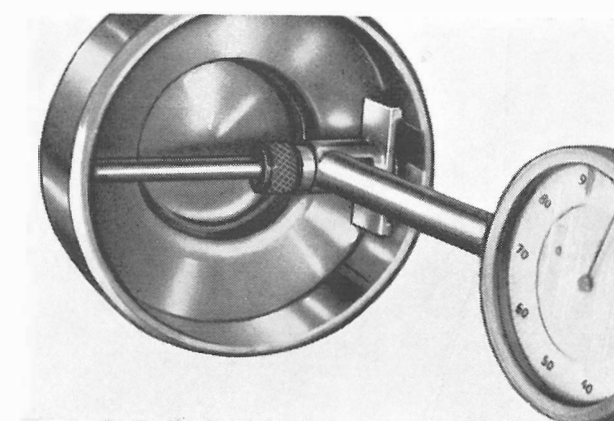

Fig. 92
- Le diamètre de l'axe doit être $29,99 \pm 30,00$ mm. et n'est pas rectifiable. Le logement du groupe centrifuge ne doit pas présenter de rugosités ou des aspérités. Diamètre $100,0 \pm 100,1$ mm. Erreur maxi. d'ovalisation tolérable: 0,05 mm. (Fig. 92). La surface extérieure du groupe centrifuge doit être exempte de rugosités et casses. L'épaisseur du matériel d'embrayage ne doit pas être inférieure à $2,9 \pm 3,1$ mm. Si nécessaire remplacer les patins en décrochant les ressorts et en vissant les nouvelles pièces.
- Shaft diameter must be $29,99 \pm 30,00$ mm. and is not to be ground. Centrifugal unit housing must have a smooth surface free from projecting burrs and roughness. Housing diameter is $100,0 \pm 100,1$ mm. Out-of-round limit is 0.05 mm. (Fig. 92).
- Der Durchmesser der Welle beträgt $29,99 \pm 30,00$ mm und darf nicht geschliffen werden. Der Sitz des Fliehkraftelementes muss riefenfrei und glatt sein. Durchmesser $100,0 \pm 101,1$ mm. Höchste Unrundheit 0,05 mm (Abb. 92).